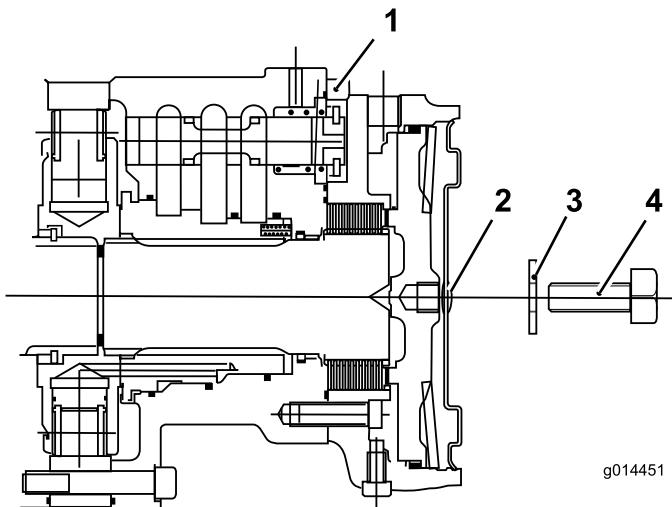

Bild 45
7. Führen Sie eine Schraube (12 x 40 mm) und eine Unterlegscheibe (12 mm) durch das Loch in der Mitte der Motorenendplatte (Bild 45).
8. Ziehen Sie die Schraube im Gewindeloch des Bremskolbens an, bis sich die Bremse löst (Bild 45).